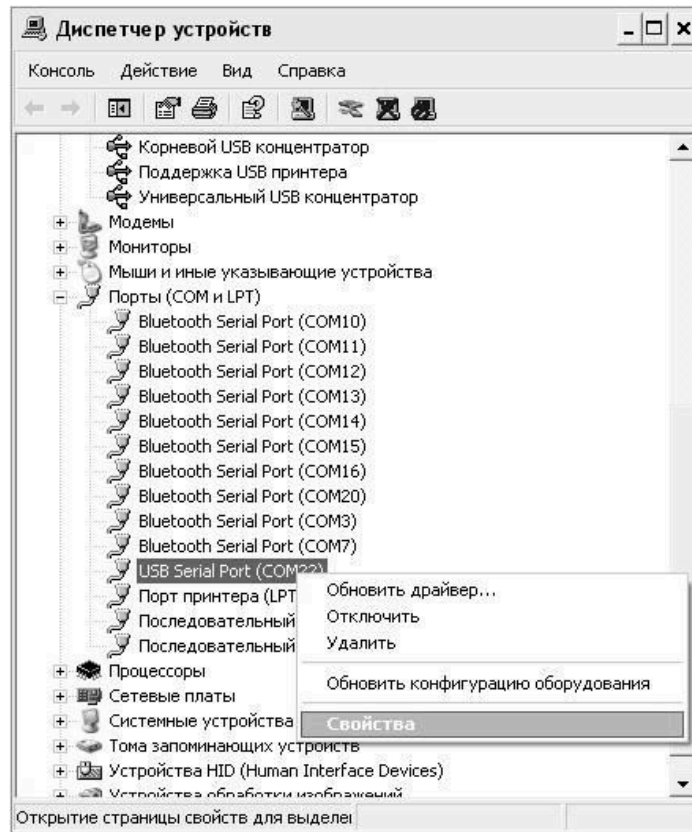
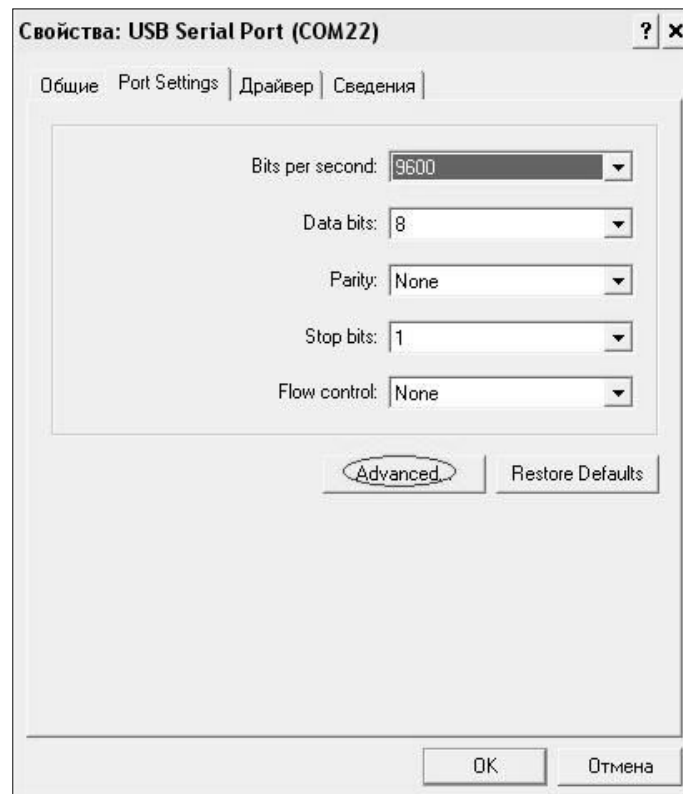
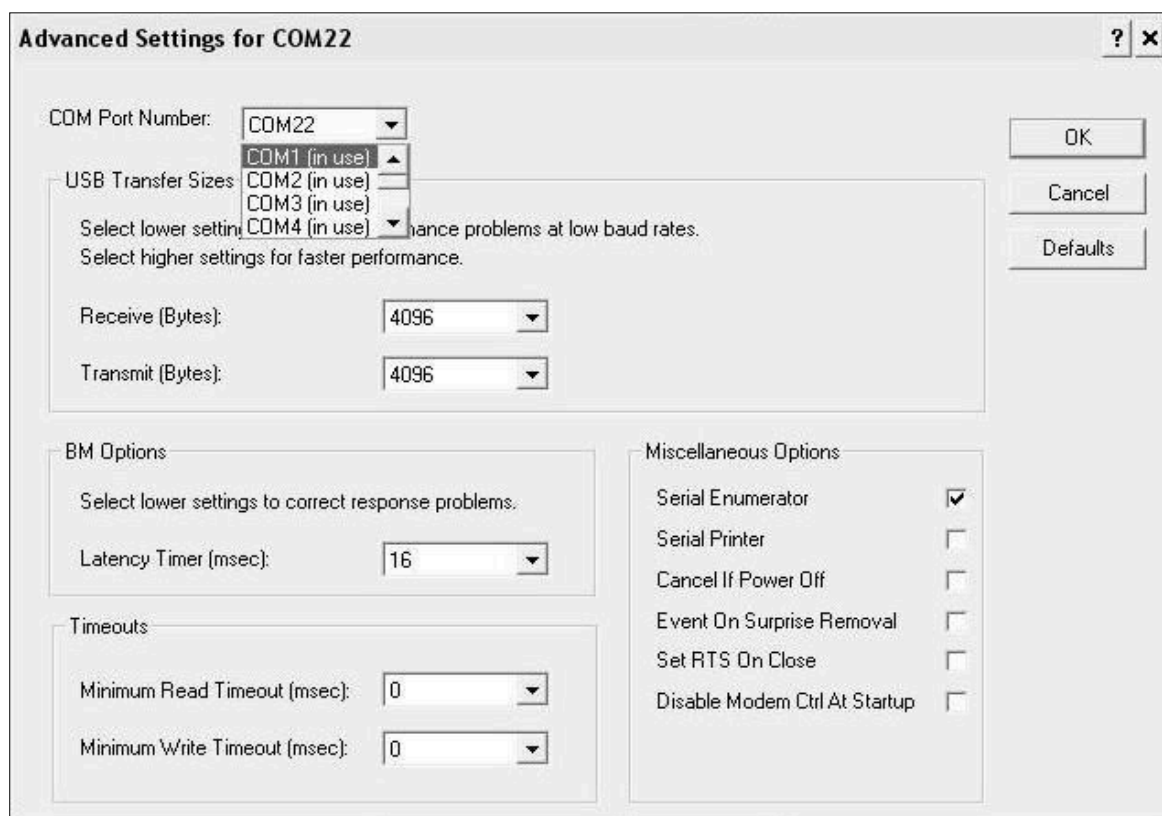

Рисунок 2.7 – Окно диспетчера устройств
Рисунок 2.8 – Окно свойств USB-порта
Рисунок 2.9 – Дополнительные настройки драйвера
– найти строку «USB Serial Port (COM№)», в скобках указан номер COM-порта, если номер в скобках «1» настройка завершена - ничего менять не нужно, если номер не «1» необходимо вызвать окно свойств «USB Serial Port (COM №)» (правой клавишей мыши щелкнуть по строке USB Serial Port (COM №) и выбрать пункт меню «Свойства») (рисунок 2.7), перейти на вкладку «Параметры Окна», нажать кнопку «Дополнительно» (рисунок 2.8) и в выпадающем списке «Номер Com-порта» выбрать «COM 1» (рисунок 2.9), нажать кнопку «ОК».